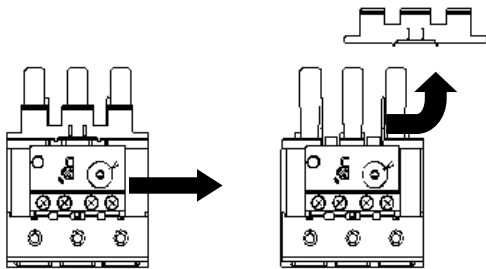

Fig. 1
- (1) 与热继电器 TK-E3 或者 TK-N3P 组合的时候, 安装前应先从热过载继电器上取下端子盖。(Fig.1)
- (1) In case of combination with thermal overload relay Type TK-E3 or TK-N3P, remove terminal cover from thermal overload relay before assembling. (Fig.1)
- (1) サーマルリレーTK-E3 または TK-N3P と組み合わせる場合、サーマルリレーから端子カバーを取外してから行ってください。(Fig.1)